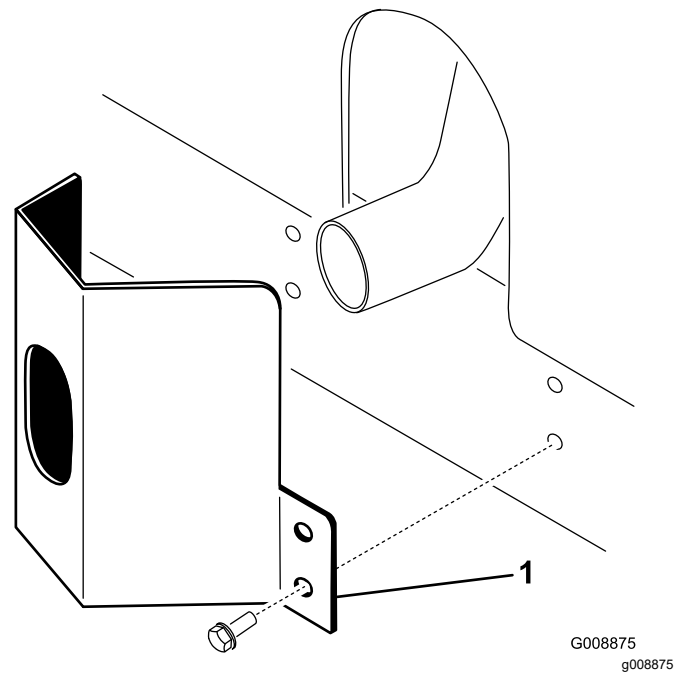

Figura 12
2. Fije el protector al bastidor con 4 tornillos autorroscantes (Figura 12).
1. Coloque el protector del tubo de escape alrededor del silenciador, alineando los taladros de montaje con los del bastidor (Figura 12).